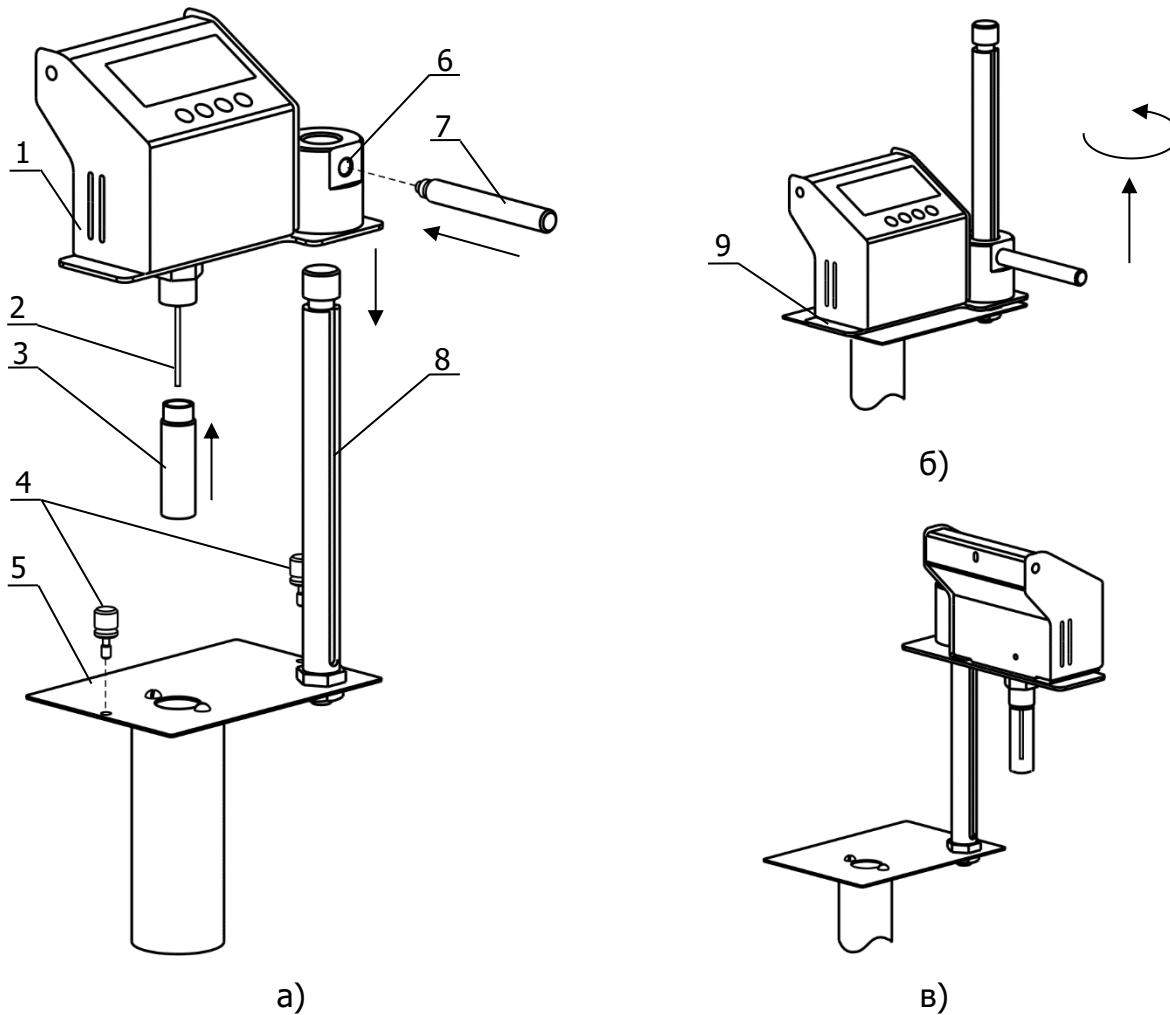

Рисунок 2 — Подготовка установки к работе
- основание 5 (рисунок 2а) установить в ванну криостата и закрепить его винтовыми фиксаторами 4;
2.2.4 Перевести электронный блок из нижнего положения (рисунок 2б) в верхнее (рисунок 2в). Для этого, используя рукоятку 7, поднять электронный блок вверх до упора и повернуть вправо на 90° до фиксации его положения. Для облегчения подъема, придерживать свободной рукой электронный блок за выступ 9. Для перевода электронного блока в нижнее положение выполнить указанные действия в обратном порядке.
2.9.1 Снять защитную виалу 3 (рисунок 2а) и установить на ее место виалу с растворителем.
2.9.2 Перевести электронный блок в нижнее положение, повернув его за рукоятку 7 (рисунок 2а) влево на 90° и опустив вниз до упора.
2.9.5 Перевести электронный блок в верхнее положение, подняв его вверх и повернув рукоятку 7 (рисунок 2а) вправо на 90° до фиксации.
2.10.1 Снять защитную виалу 3 (рисунок 2а) и установить на ее место виалу с раствором.
2.10.2 Перевести электронный блок в нижнее положение, повернув его за рукоятку 7 (рисунок 2а) влево на  $90^{\circ}$  и опустив вниз до упора.
2.10.5 Перевести электронный блок в верхнее положение, подняв его вверх и повернув рукоятку 7 (рисунок 2а) вправо на  $90^{\circ}$  до фиксации.